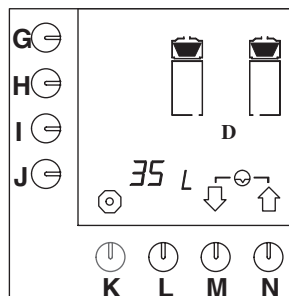

Abb. 54 Zurückstellen des Tageszählwerks für das Kaffeebrühsystem auf Null
- Drücken Sie auf die Wahl Taste (M.)↓, bis Abb.54 im Display erscheint.